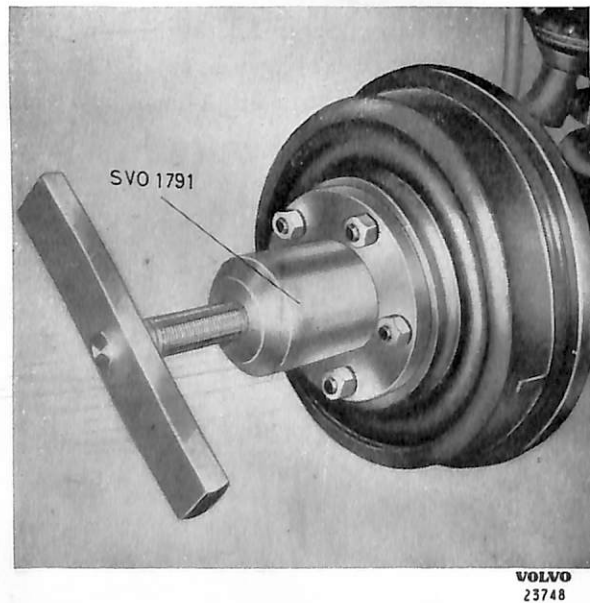

Bild 1. Demont. av hjulnav.
1. Tag bort hjulet och drag av hjulnavet, bild 1. Använd avdragare SVO 1791. Tag bort bromsskölden efter att ha placerat en träklots under bromspedalen och lossat bromsledningen från skölden.
1. Tag bort hjulet och drag av hjulnavet, bild 1. Använd avdragare SVO 1791. Tag bort bromsskölden, efter att ha placerat en träklots under bromspedalen och lossat bromsledningen från skölden.
1. Placera bakaxeln i ett ställ eller på ett par bockar med lagom arbetshöjd. Drag av bakhjulsnaven med avdragare SVO 1791, se bild 1.